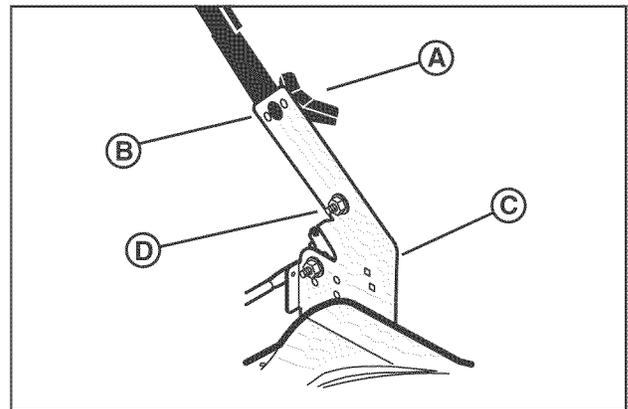
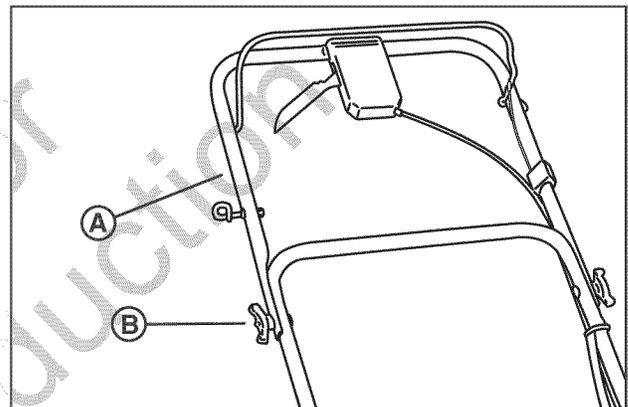

Figura 1: extensión de la manija inferior
Figura 2: extensión de la manija superior
3. Retire las tuercas de alas (A, Figura 1), las arandelas (no mostradas) y los pernos (B) de las abrazaderas izquierda y derecha del mango (C).
**NOTA:** No retire el juego inferior de aditamentos del mango (D).
4. Levante la manija inferior, alineándola con uno de los tres juegos de agujeros de los soportes de manija (C). Vuelva a instalar los pernos, arandelas y tuercas de alas.
5. Coloque la manija superior (A, Figura 2) en la posición operativa (hacia arriba). Apriete las tuercas mariposa (B).